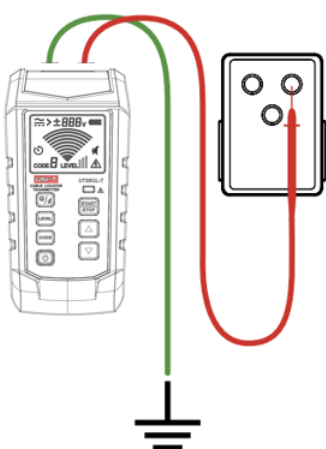

Figura 7.1.1a Conexión correcta de la conexión a tierra independiente
2. Conecte el convertidor de salida a la toma de corriente y conecte el cable de prueba rojo al cable vivo energizado (en el lado de carga del sistema). La señal se genera solo entre la fuente de alimentación y el lado de carga conectado con el transmisor. Como se muestra en la figura 7.1.1a.